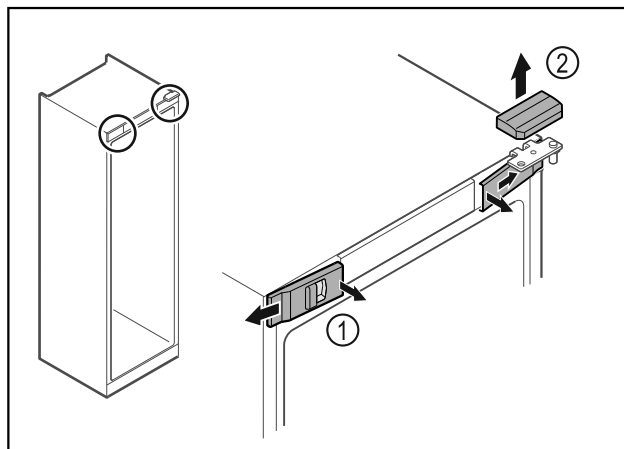

Fig. 7 *
- ▶ Odistite zvnútra predné kryty Fig. 7 (1) a odoberte ich do strany.*
- ▶ Odoberte horný kryt Fig. 7 (2) nahor.*